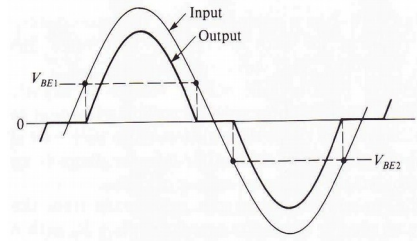

Figura 2: Diferencia en Voltaje
1. Verifique el funcionamiento de los componentes y construya el circuito. Conecte una señal ac de 6V y  $f=1\text{kHz}$  en la entrada (I). Conecte un canal del osciloscopio a la entrada y otro a la salida (O) del circuito. Note que la señal de salida muestra distorsión. Esto se conoce como “crossover distortion” y se debe a que los diodos en ambos transistores no comienzan a conducir hasta que la señal de entrada ( $V_{BE}$ ) excede  $\sim 0.7\text{V}$  en ambas direcciones.
2. Utilizando la figura 2 como referencia,  $V_{BE1}$  y  $V_{BE2}$ . Verifique la diferencia entre el voltaje de salida del amplificador es aproximadamente igual al voltaje de entrada menos los voltajes de base a emisor:  $V_0 = V_I - V_{BE1} - V_{BE2}$ .
3. Desconecte la señal de entrada y sustituya los resistores  $R_2$  y  $R_3$  por un potenciómetro de  $5\text{k}\Omega$  en serie con una resistencia de  $100\Omega$ , como muestra la figura 2. Vuelva a conectar la señal de entrada y ajuste el potenciómetro hasta que desaparezca la distorsión. Mida la ganancia en voltaje. Note que el valor se acerca a 1.